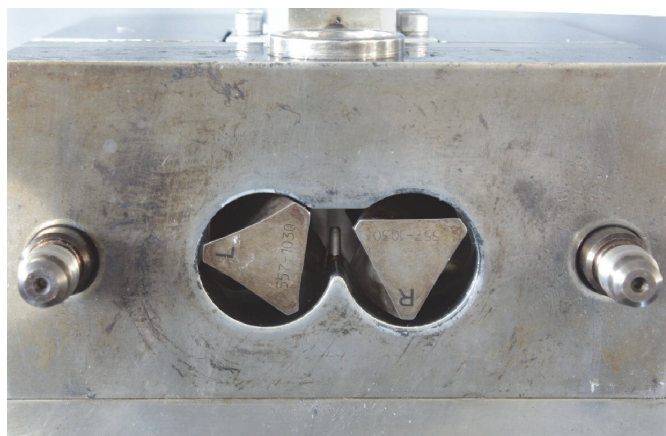

図1. Rheomix ラボミキサー (600 OS 仕様) の熔融温度と導電率を測定するセンサーの付いたチャンバー
高密度ポリエチレン (HDPE) はラボ用のミキサーで熔融され、連続試験により3種類の異なったカーボンブラックと混ぜられます。3種類のHDPEとカーボンブラックから成るサンプルはミキサーの中で熔融し、いくつかの装置で構成されるシステムにより異なったカーボンブラック (CB) と混合されます。このシステムはThermo Scientific™ HAAKE™ PolyLab™ OS モジュラートルクレオメーターと空圧式ラム (材料を押し込む装置)、ローラーローター、オプションの導電性測定機能付きThermo Scientific HAAKE Rheomix ラボミキサー (600 OS 仕様) で構成されます。温度と導電性を測定しているセンサー (図1) は測定サンプルに接していますが、ミキサーのチャンバーには触れていません。このシステムは導電性センサーとミキシングチャンバー間の抵抗力からジューメンス ($S=1/\Omega$) の値を計測します。ジューメンスの導電率が高いほど混練されたものがよりよい導電性を得られていることを示します。